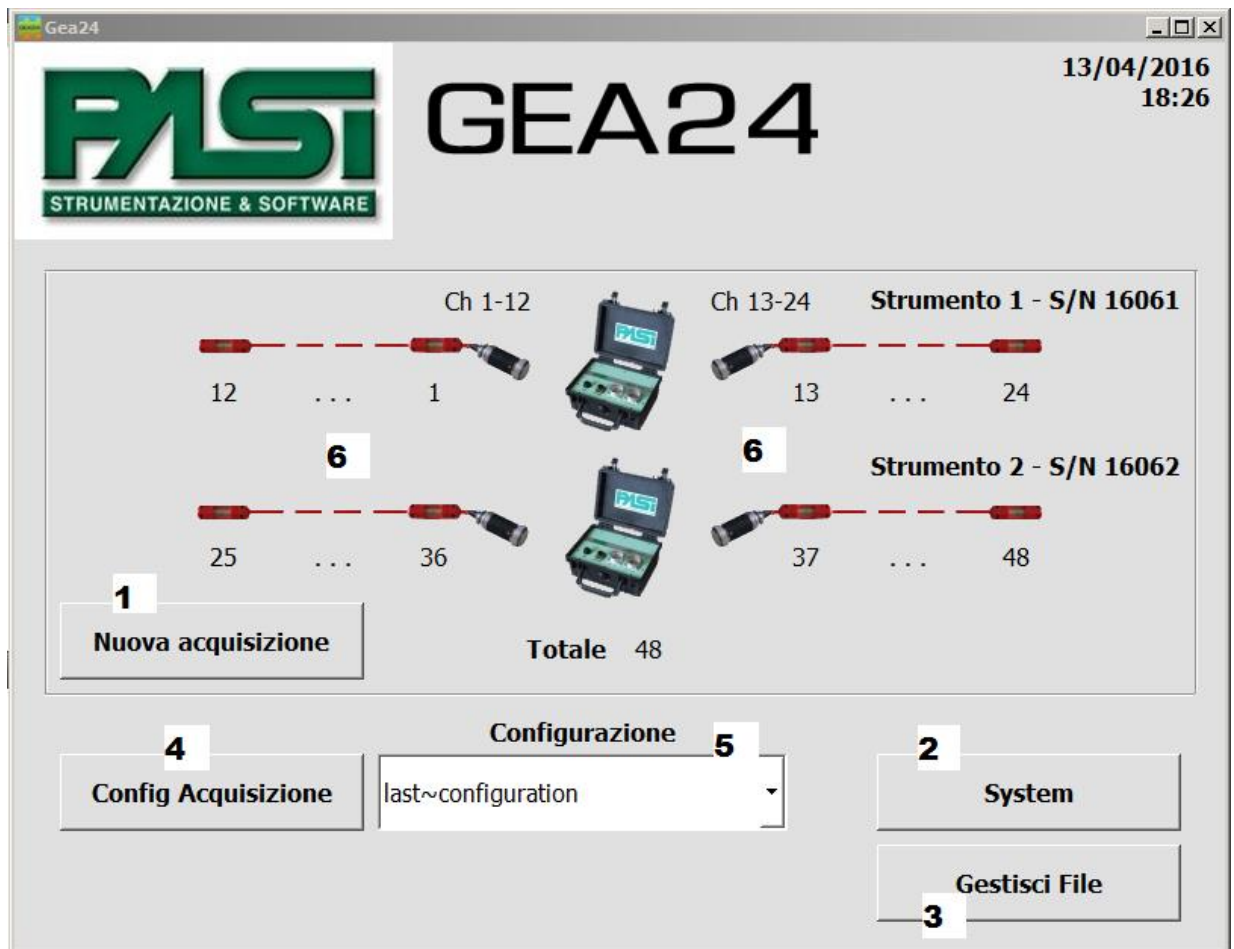

FIGURA 3 - HOMEPAGE DI GEA24.
In figura 3 viene riportata l'immagine della homepage.
Tramite il menu a tendina (5) di figura 3 l'operatore può selezionare il template presente sul sistema da utilizzare per la configurazione dell'acquisizione.
Per aprire la finestra di Configurazione del sistema premere il tasto System (2) in figura 3.
Per aprire la finestra di Configurazione dell'acquisizione premere il tasto "Config acquisizione" dall'homepage (Tasto 4, Figura 3).